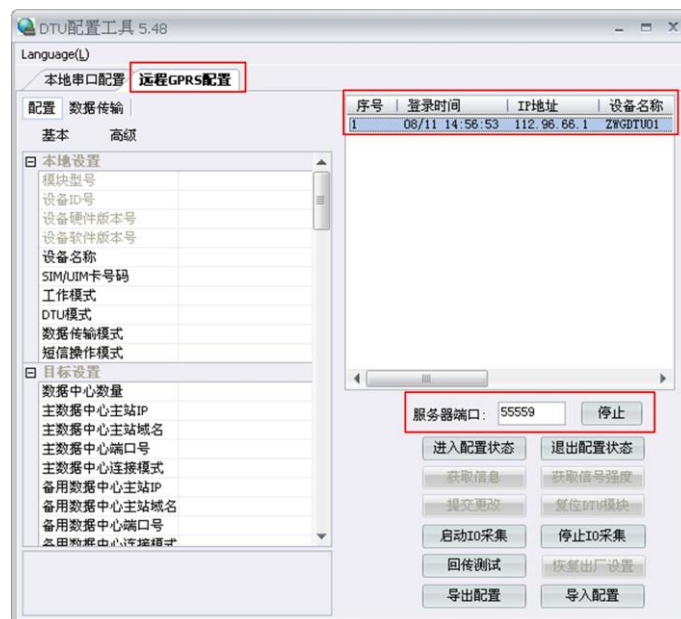

图 3.7 远程配置界面
如图 3.7 所示，远程无线配置步骤如下：
- 1) 远程配置的首要条件是 DTU 能够连接服务器并且正常的收发数据。前期准备，用配置工具建立 TCP 服务器，等待 DTU 连接；在配置工具中选择【远程 GPRS 配置】；设置服务器端口号，例如图 3.7 中端口号设置为 55559（用户根据实际值设置）；启动服务，等待用户设备连接到配置软件；
- 2) DTU 连接成功显示连接信息，单击【进入配置状态】。DTU 连接配置工具后，会显示当前的连接信息，如图 3.7 所示。有多个设备同时连接上配置工具时，请选择需要配置的设备，然后单击【进入配置状态】，由于网络原因，远程配置可能会比本地配置响应时